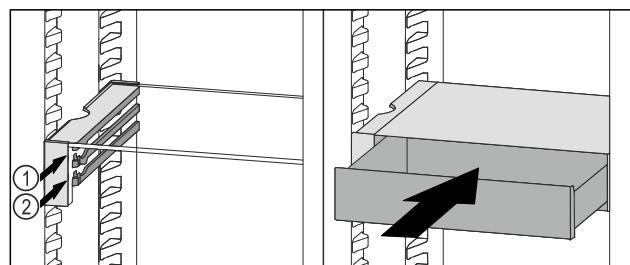

Fig. 94
- Nasadte zásuvku VarioSafe za zarážky na požadovaném žebru Fig. 94 (1) nebo Fig. 94 (2).